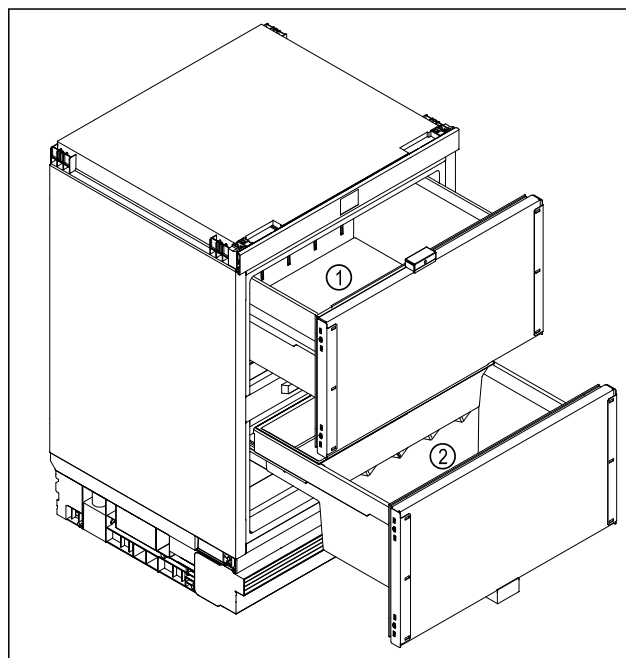

Fig. 7 Représentation à titre d'exemple
- Chariot à glissière supérieur Fig. 7 (1) : Conserver les aliments facilement périssables, tels que les plats cuisinés, le poisson, la viande et la charcuterie, les fruits et légumes emballés.
- Chariot à glissière inférieur Fig. 7 (2) : Conserver les aliments sensibles au froid comme les pommes de terre, les oignons ou les fruits tropicaux. Conserver les aliments ou boissons qui ne doivent pas être consommés trop froids.